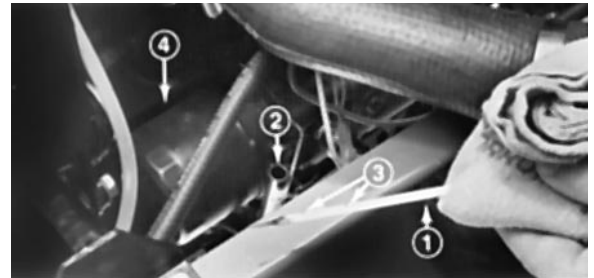
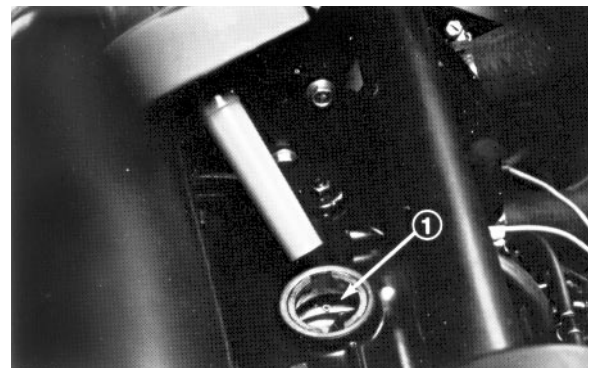

Fig. 1
Fig. 2
3. Ta ut peilepinne og tørk av med en ren klut (fig. 1). Stikk peilepinne ned i røret, pass på at den stikkes helt ned. Ta peilepinne ut igjen og undersøk oljenivået. Hvis det er lavt, må du ta av påfyllingslokket (fig. 2) og etterfylle til det kommer opp til øverste merke på peilepinne (fig. 1). Fyll ikke for mye på.